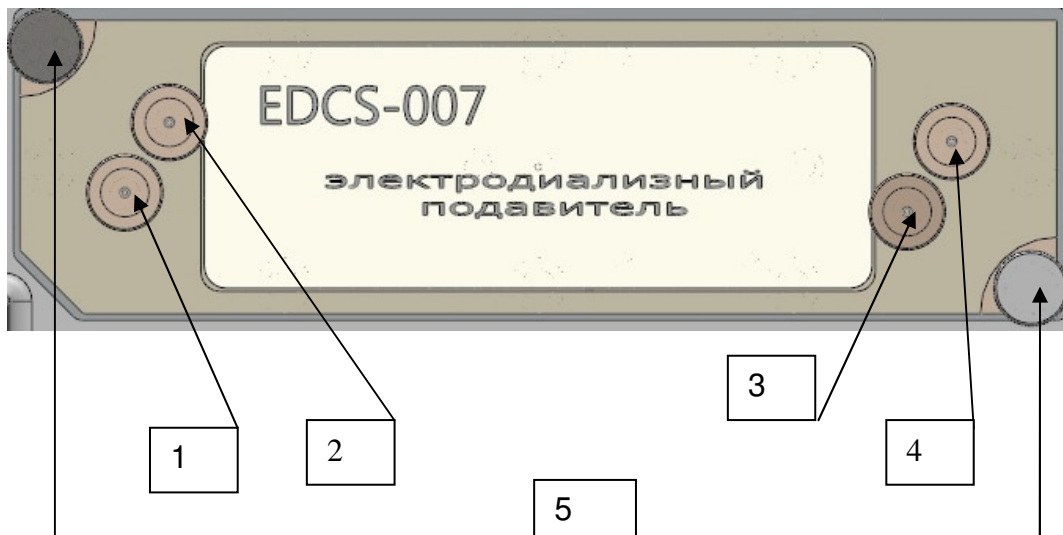

Рис.9 Картридж электромембранного подавителя
1. Для замены картриджа электромембранного подавителя, отсоедините от него присоединённые капилляры и открутите две гайки на лицевой панели картриджа, рис.9, п.5